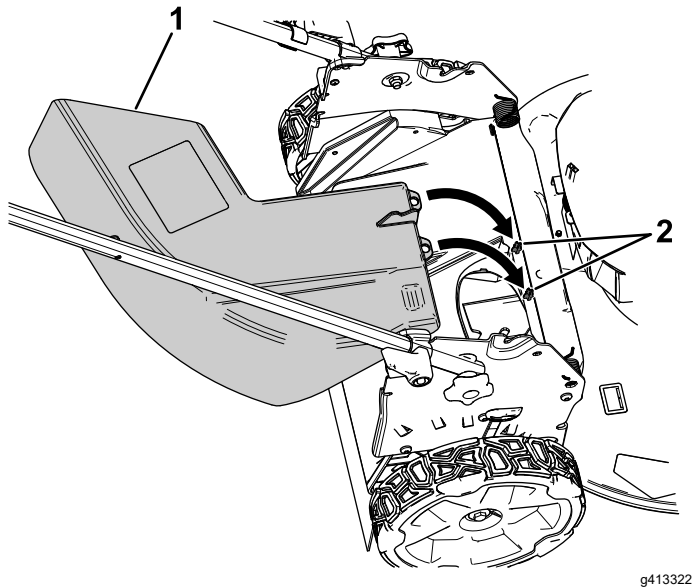

Figura 13
2. Fixe a calha de descarga lateral à parte de trás da máquina utilizando os pontos de fixação (Figura 13).